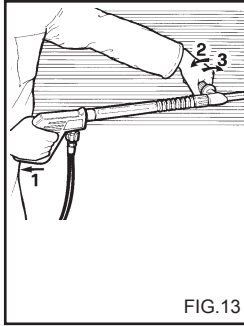

FIG.13
**USO DELLA LANCIA DOPPIA (fig. 13).**